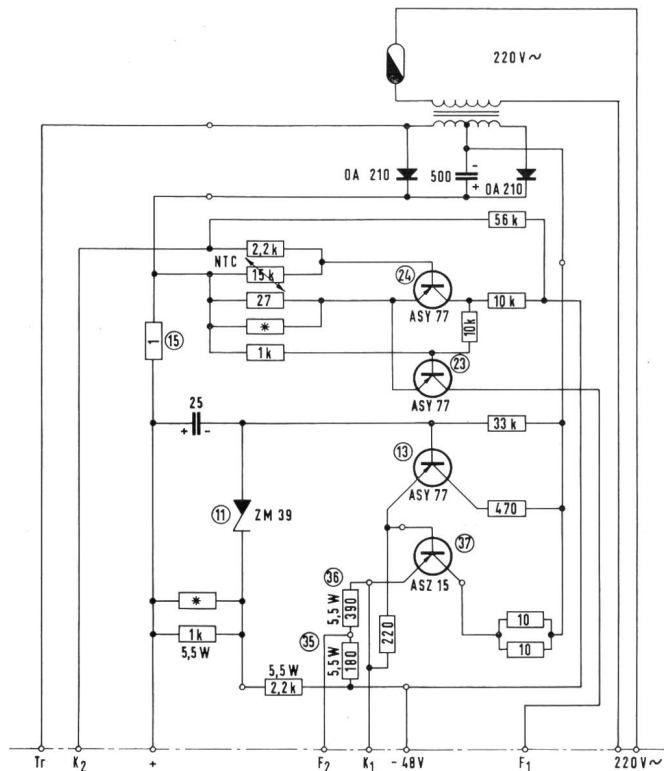

Fig. 7
3.8 Speisegleichrichter 48 V = (Fig. 7)
3.8 Redresseur d'alimentation 48 V = (Fig. 7)